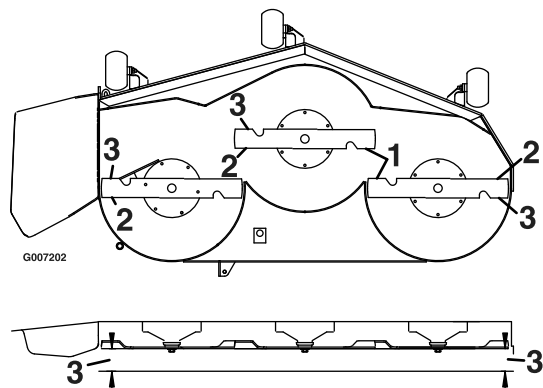

Figura 70
4. Misurate la distanza tra i taglienti esterni e la superficie piatta (Figura 70). Se entrambe le misure non rientrano nella tolleranza di 5 mm, è necessario eseguire una regolazione; passate alla procedura Livellamento.